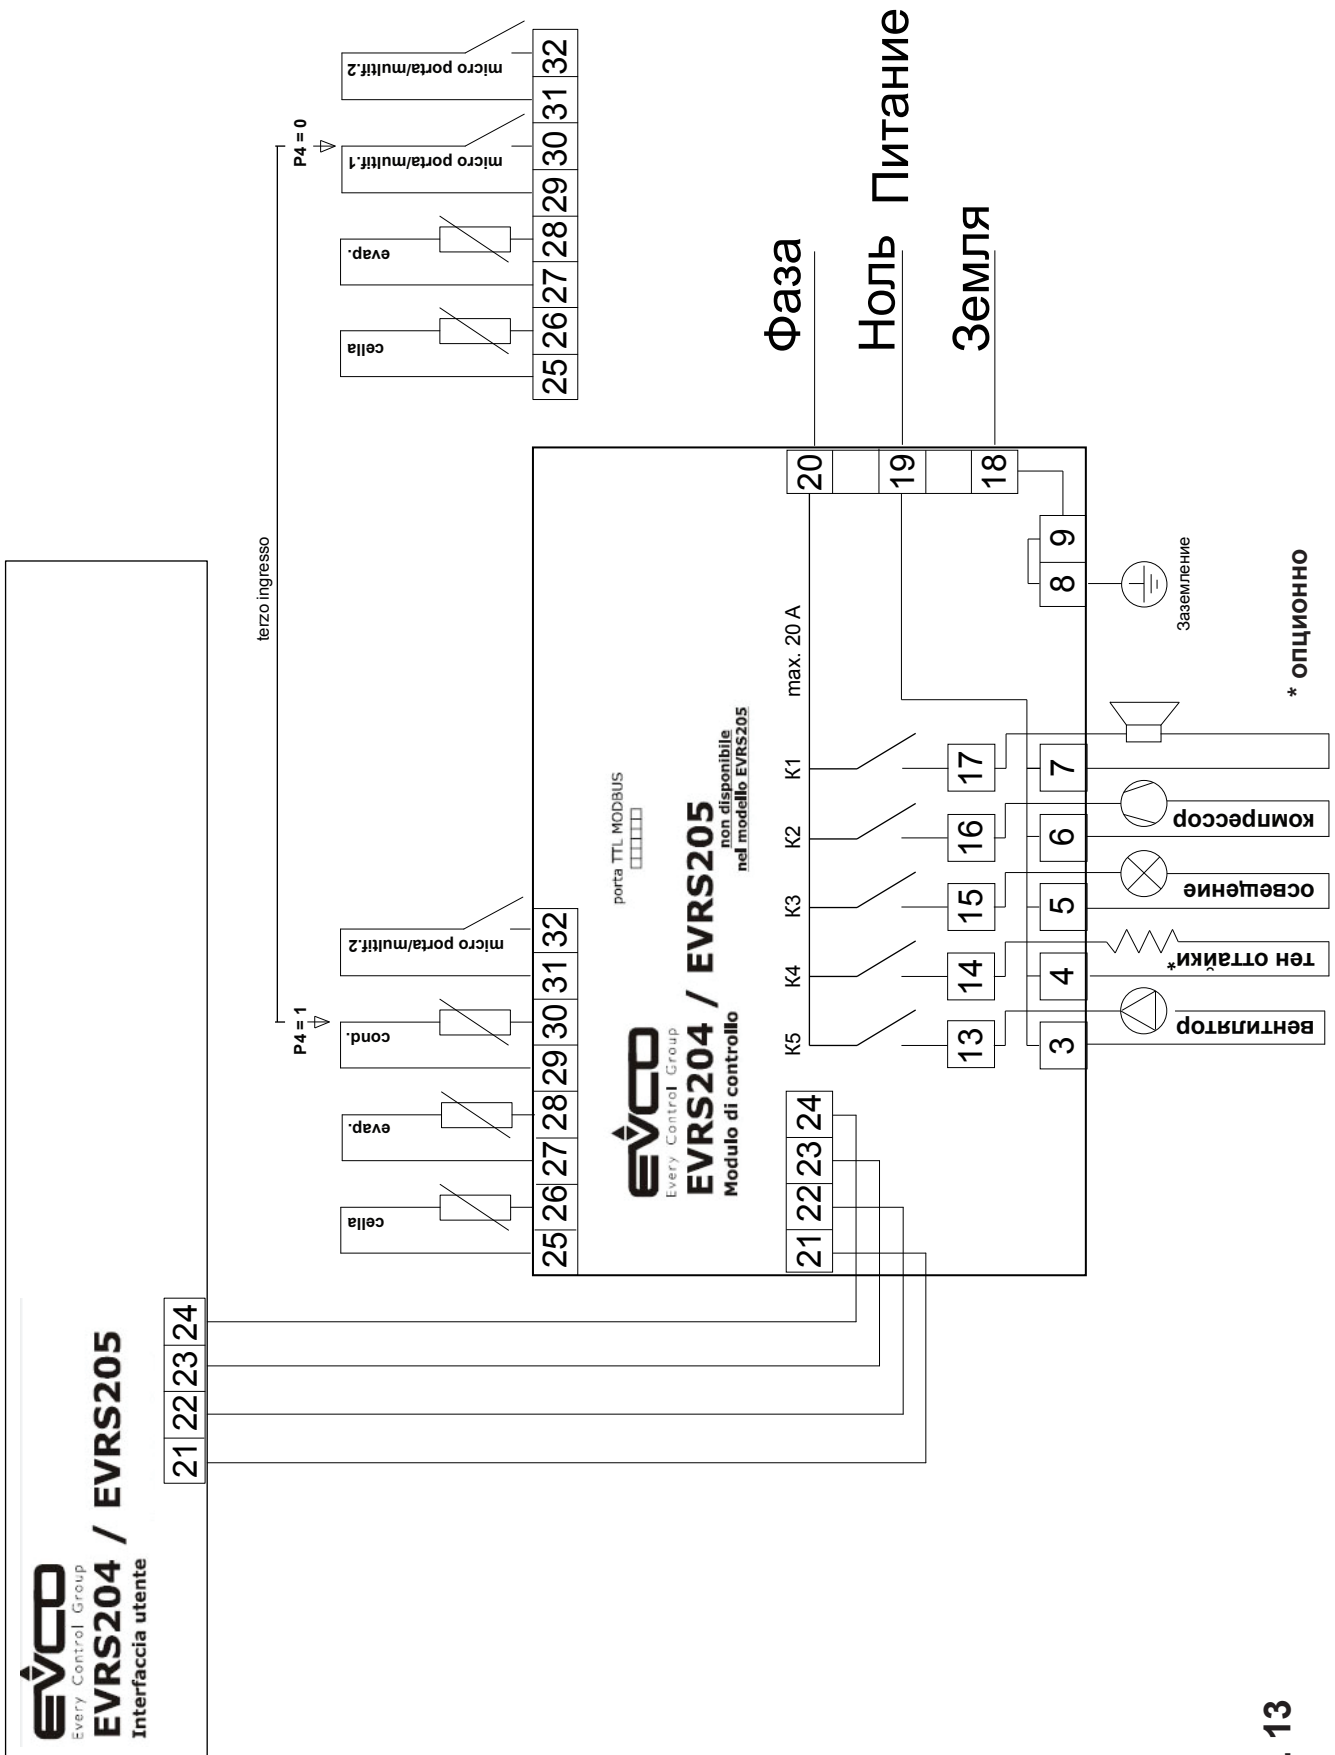

Рис. 13
13. Электрическое подсоединение (Рис. 13) - технический специалист**ПЕРЕД ЛЮБЫМИ РАБОТАМИ ОТКЛЮЧИТЬ ПОДАЧУ НАПРЯЖЕНИЯ НА ОБОРУДОВАНИЕ!****Электрооборудование должно быть снабжено заземлением!**